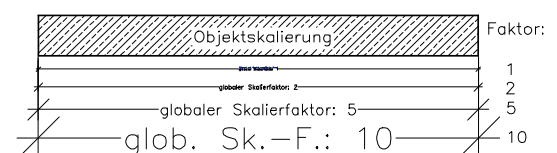

Bild 7 - BEMST22.DWG
- (Objekt-)Skalierung (Bild 7)